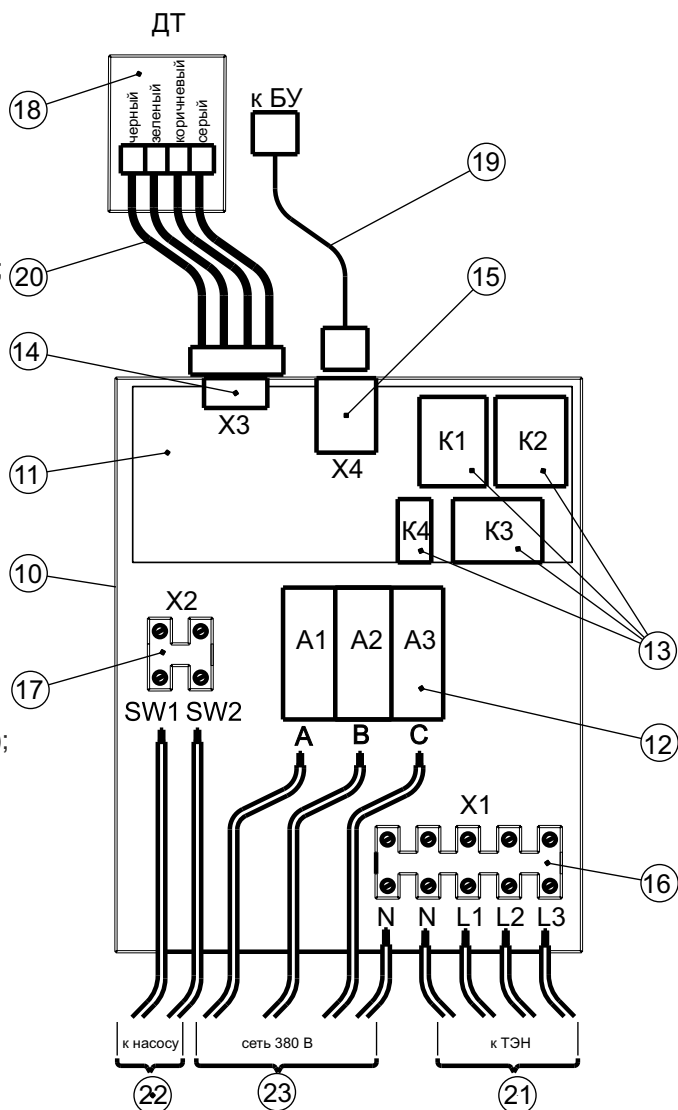

Рис. 1 Конструкция пульта управления
ПУ (Рис.1) представляет собой комплекс из блока управления (БУ) (1), блока коммутации (БК) (9), датчика температуры (ДТ) (18), соединенных между собой проводом управления (19) и проводом ДТ (20). С ЭК (ЭП) ПУ соединяется через провод силовой (21), а с сетью 380 v через кабель питания (23).
БУ предназначен для настройки режимов работы (внешний вид показан на рис.1) и состоит из корпуса БУ (2), платы управления (3), ЖК индикатора (4) и пленочной клавиатуры (5). БУ соединен с сетью через провод управления (19).
БК (внешний вид показан на рис.1) состоит из корпуса БК (10), автоматического выключателя (12) (в зависимости от модели пульта количество выключателей может отличаться) и платы коммутации (11). На плате коммутации расположены разъемы подключения: слаботочный разъем (15) для соединения через провод управления и провод ДТ с БУ и ДТ соответственно, силовой разъем (16) для подключения ЭК (ЭП) через силовой провод и коммутационный разъем (17) для подключения электрического насоса, управляющего подачей воды на парообразователь. Подключение к электросети осуществляется через провод питания и автоматический выключатель (12).
Схема установки ПУ показана на рис.1.
Электромонтаж ПУ должен осуществляться в соответствии со схемой, представленной на рис.1.